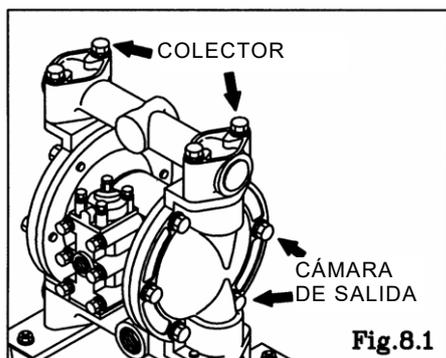

Fig.8.1
- Vuelva a apretar la cámara de salida y luego el colector respetando este orden. [Fig. 8.1]